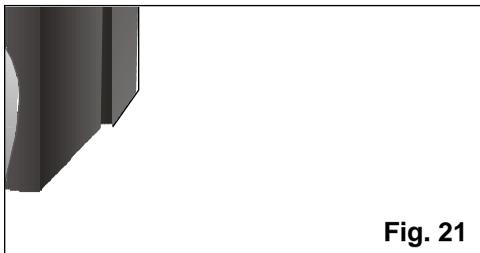

Fig. 21
- Placez un récipient à la sortie du tube et retirez le bouchon pour récupérer l'eau condensée, **Fig. 21**.
- Enlevez le diffuseur et mettez le tube expulseur d'air dans la position indiquée sur la **fig 21**.